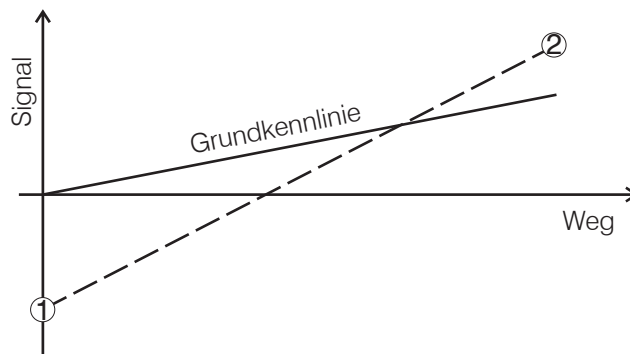

Abb. 29 Verschieben der Kennlinie
Die Grundkennlinie, siehe Abb. 29, ist durch den Nullpunkt und die Steigung festgelegt. Die Messwerte können beliebig skaliert werden. Geben Sie dazu einen Startwert "MB. Anfang" und einen Endwert "am MBEnde" vor. Die Kennlinie wird dann durch die Punkte "MB.Anfang" (1) und "am MBEnde" (2) gelegt.